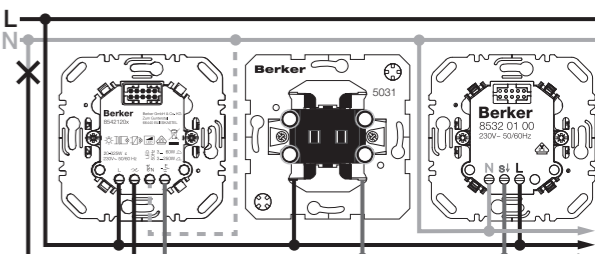

Figura 4: Regolatore luce a pulsante comfort singolo con derivazioni opzionali
- Opzionalmente nei regolatori luce a pulsante singoli comfort e doppi: collegare derivazioni idonee (Figura 4 e 6).